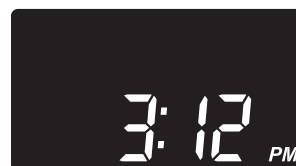

FIG. 25
4. Cuando termine de fijar el nivel de sal, presione el botón SELECT (Seleccionar) y cambiará la pantalla a su indicación normal de la hora del día (Fig. 25).